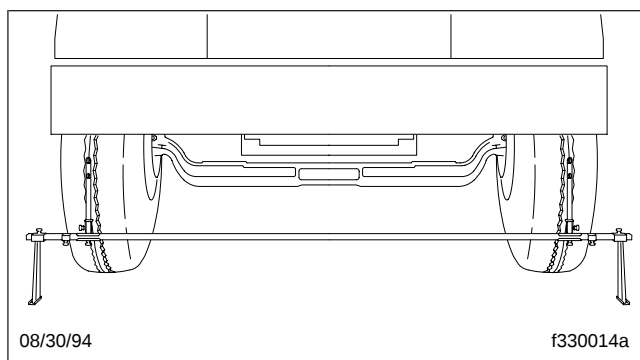

Fig. 6, Positionnement de la barre
7. Placez la barre devant les pneus (voir la **figure 6**) et ajustez l'extrémité de la balance de sorte